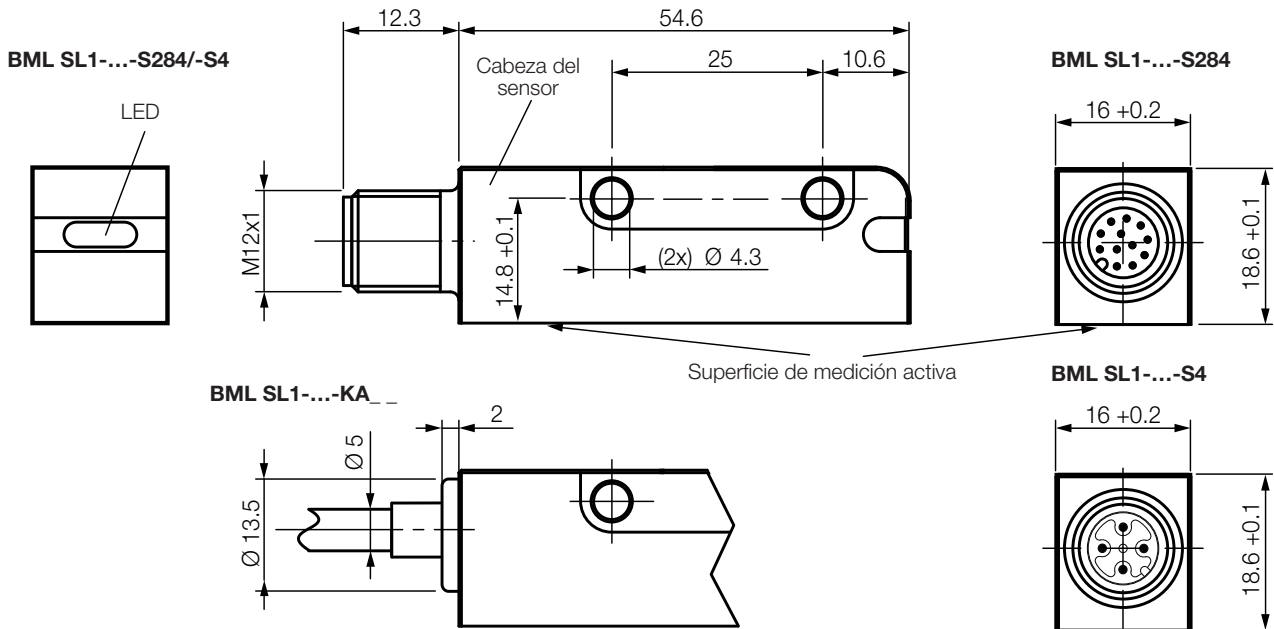
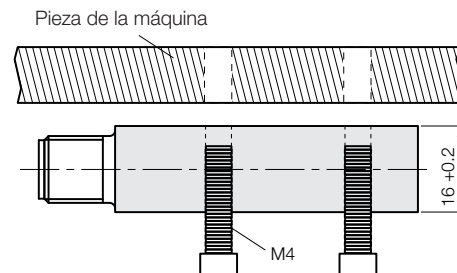
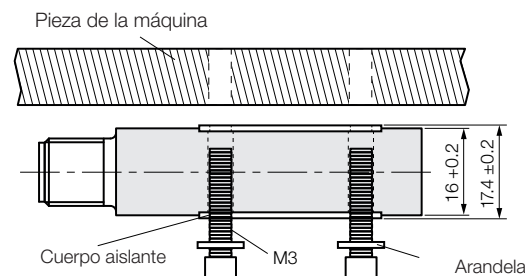

Fig. 3-1: BML SL1-..., estructura
Fig. 4-4: Montaje de la cabeza de sensor (sin cuerpo aislante)
Fig. 4-5: Montaje de la cabeza de sensor con cuerpo aislante
3. Teniendo en cuenta las distancias y las tolerancias (véase el capítulo 4.3.3 en la página 11 y el capítulo 4.3.4 en la página 12) fije la cabeza de sensor con su lado derecho o izquierdo a la pieza de la máquina (véase Fig. 3-1 en la página 7 y Fig. 4-4 o bien Fig. 4-5).